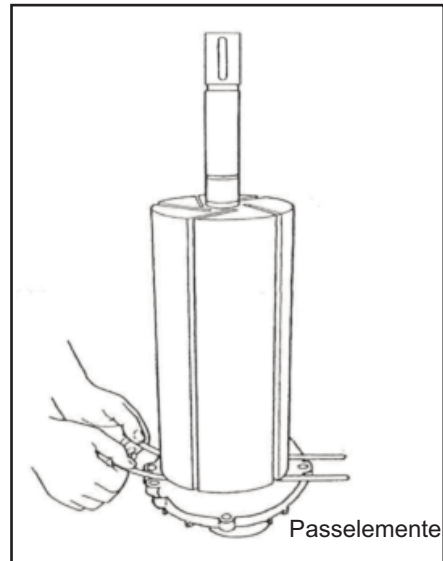

Abb. 24
2. Den Spielraum mit Hilfe von zwei Fühlern kontrollieren (eine auf jeder Seite der Rotorwelle, wie in Abb. 24 gezeigt).